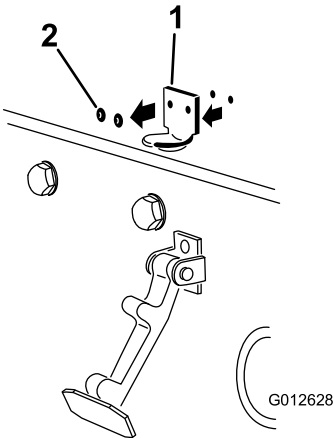

Figura 6
- Retire los 2 remaches que sujetan el cerradero del capó al capó (Figura 6). Retire el cerradero del capó.